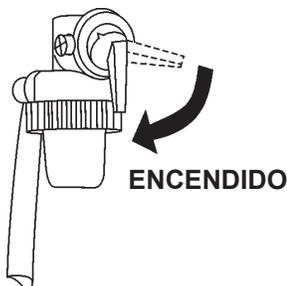

Figura 14. Palanca de la válvula de combustible del motor (posición de encendido)
1. Coloque la palanca de la válvula de combustible del motor (Figura 14) en posición de **encendido**.